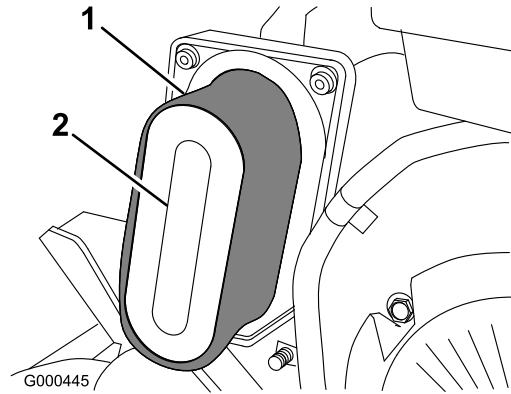

Bild 28
3. Entfernen Sie den Schaumeinsatz, wenn dieser verschmutzt ist, vorsichtig vom Papiereinsatz (Bild 28). Reinigen Sie ihn gründlich.